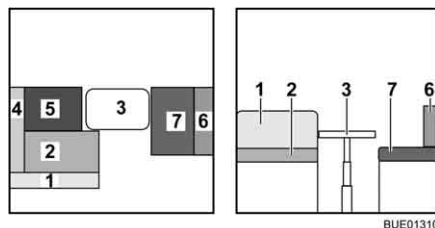

Fig. 136 Avant la transformation
- Convertir la table (Fig. 136,3) en sommier de lit (voir paragraphe 6.10).
- Retirer les coussins de dossier (Fig. 136,1 et 4) et les placer de côté.